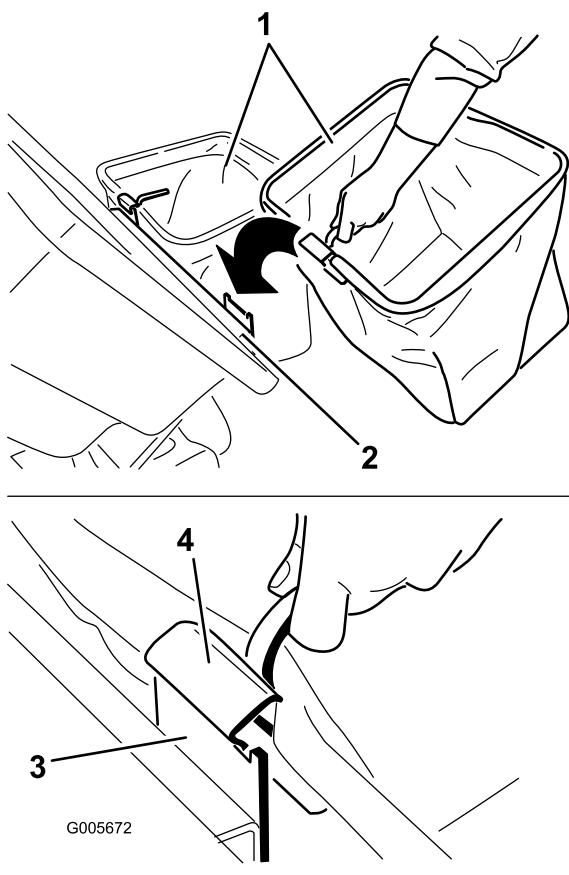

Figure 26
5. Pour installer les bacs, glissez les crochets du cadre sur les pattes de retenue (Figure 26).